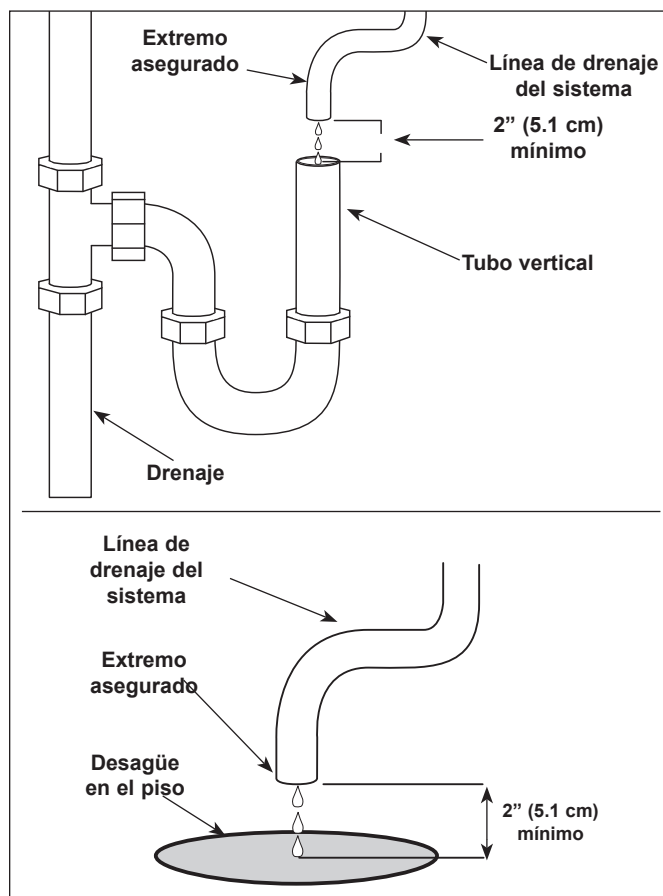

Figura 4. Plomería de la línea de drenaje
- La plomería de la línea de drenaje debe ponerse y asegurarse al menos a 2 pulgadas [5 cm] sobre el desagüe (Figura 4). Este espacio de aire protege el sistema contra la contaminación en caso de que se atasque el desagüe.